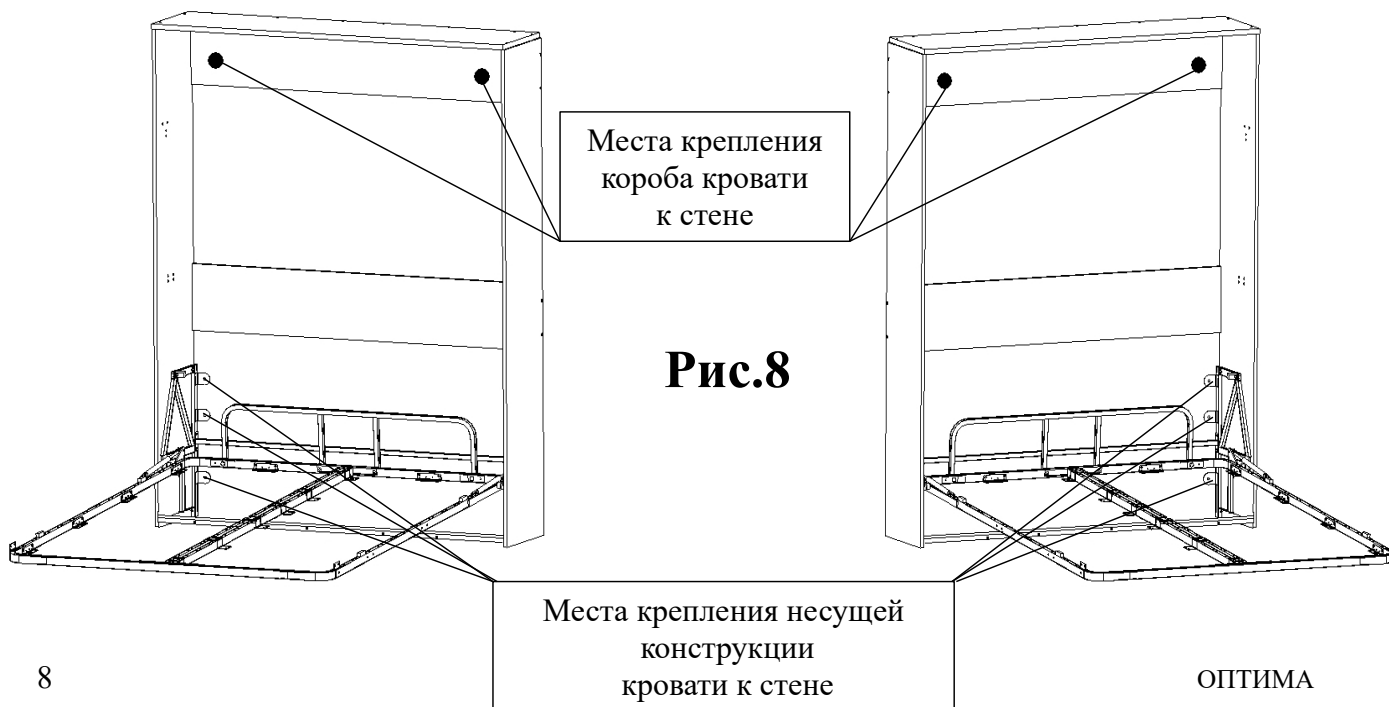

Рис.8
**ВНИМАНИЕ!!!** ПЕРЕД СБОРКОЙ КОРОБА КРОВАТИ ПО НАСТОЯЩЕЙ ИНСТРУКЦИИ, НЕОБХОДИМО ПРОИЗВЕСТИ СБОРКУ И НАДЁЖНОЕ НЕПОДВИЖНОЕ ЗАКРЕПЛЕНИЕ КАРКАСА КРОВАТИ НЕСУЩЕГО К СТЕНЕ АНКЕРНЫМ КРЕПЕЖОМ (см.рис. 8).
8. Отрегулировать кронштейны регулировочные поз.39А таким образом, чтобы торец кронштейна вплотную прилегал к стене. Затянуть гайки поз.22, установленные в п.2, до упора. На гайки поз.22 установить колпачки поз.24. Через отверстия в кронштейнах на рамах несущих в соответствии с рис.8 просверлить отверстия в указанных точках и закрепить к стене используя анкерный крепеж. Произвести дополнительное закрепление к стене короба кровати (см.рис.8) Глубина вхождения анкерного крепежа в железобетон или кирпич не менее 100 мм.